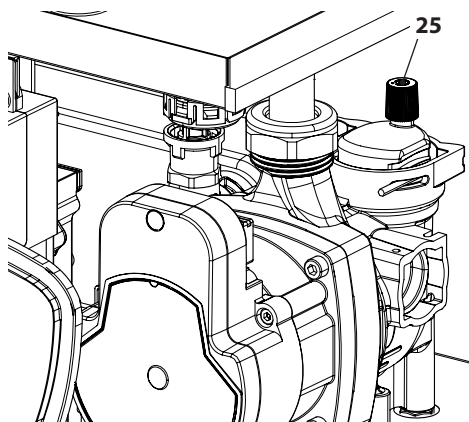

Figura 9.11
- Per facilitare lo svuotamento, svitare il tappo 25 della valvola di sfiato automatica in Figura 9.11.